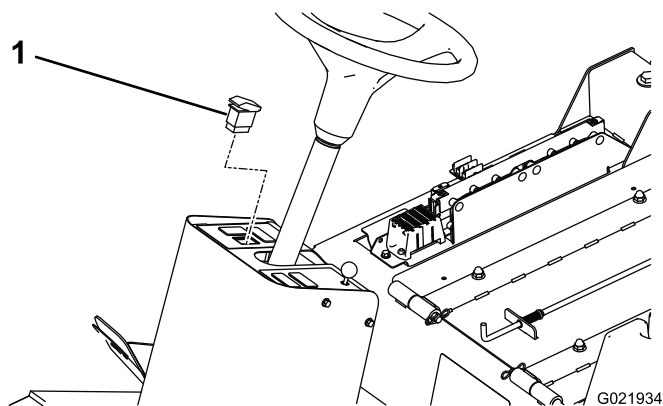

Figura 3
3. Instale el interruptor de la baliza en el hueco del salpicadero de la columna de dirección (Figura 3). El interruptor de los intermitentes tiene 3 posiciones: Encendido–Apagado–Encendido.